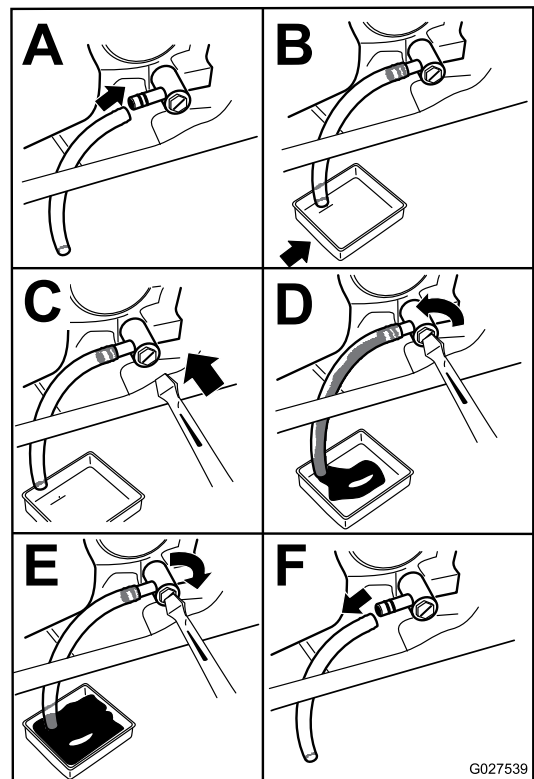

Figura 45
4. Purgue o óleo do motor (Figura 45).